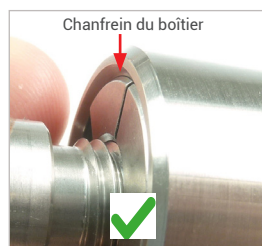

Figure 11
▶ Relâchez le bouton de soupape (Pos. 4). Le connecteur s'ajuste automatiquement à la pièce d'essai afin d'établir une connexion étanche. La surface plane des mâchoires de serrage est à la même hauteur que le chanfrein du boîtier (Figure 11).